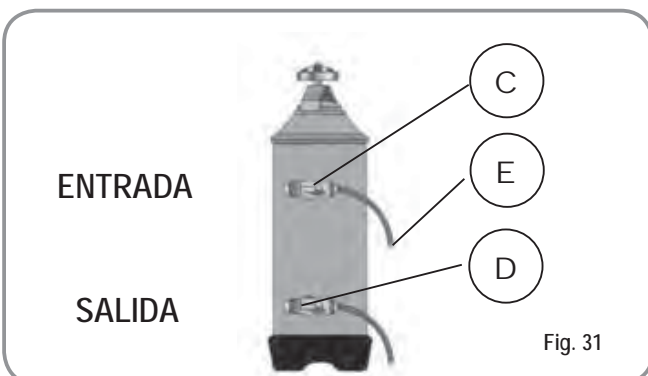

Fig. 31
1) Apagar la máquina y colocar un recipiente de al menos 5 litros de capacidad debajo del tubo E (Fig. 31).